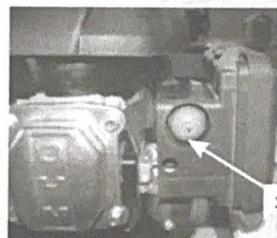

Рис. 17
- Надавите на кнопку подкачки топлива (Х) (если она имеется) с усилием 3 раза (рис. 17).